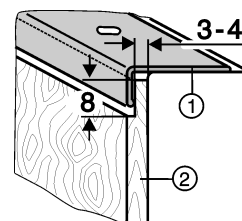

Fig. 10
- Gradúe los paneles decorativos Fig. 10 (2) más gruesos hasta como máximo 4 mm de grosor según se indica en la ilustración.